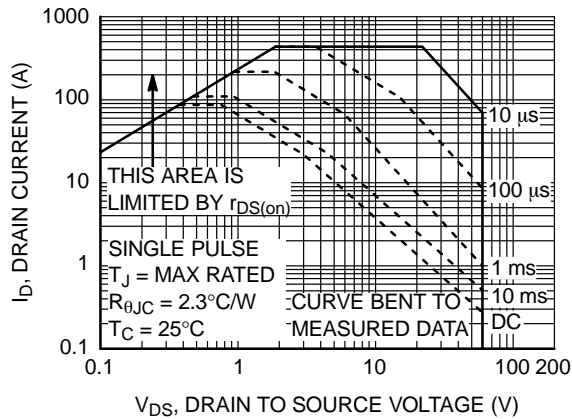

图 11. 正向偏压安全工作区
4. 有关脉冲编号的更多详情，请参考图 11 中的 SOA 图形。